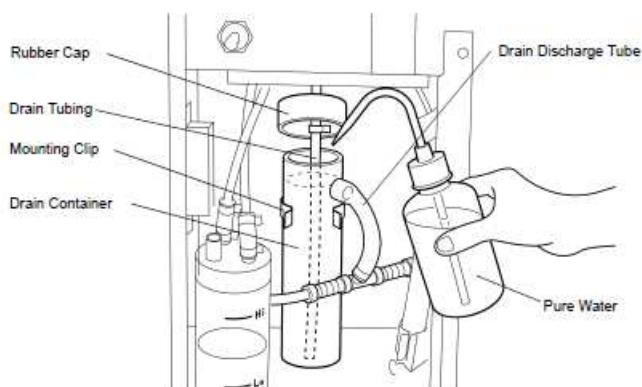

Figura 5.4.2 – Preenchimento do frasco de drenagem com água.
3. Introduzir água do tipo II dentro do frasco de drenagem, com auxílio de uma pisseta, até que o nível de água cubra o tubo de descarte do lado do frasco de drenagem, como mostrado na Figura 5.4.2.